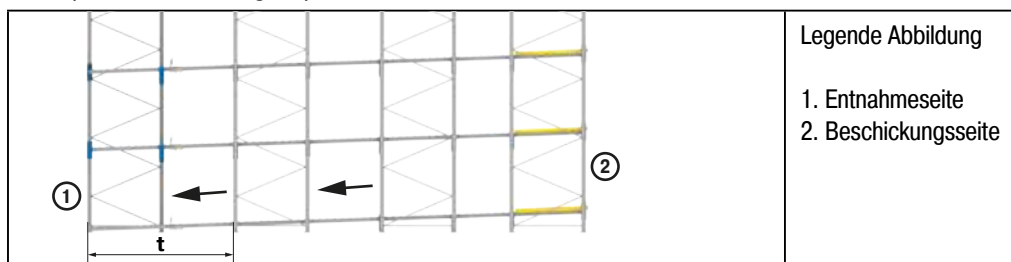

Abbildung 16: Seitenansicht Paletten-Durchlaufregal-System inklusive Maß t
- (ii) Ermitteln Sie das Maß „t“ an der Entnahmeseite der Regalanlage (siehe Abbildung 16).